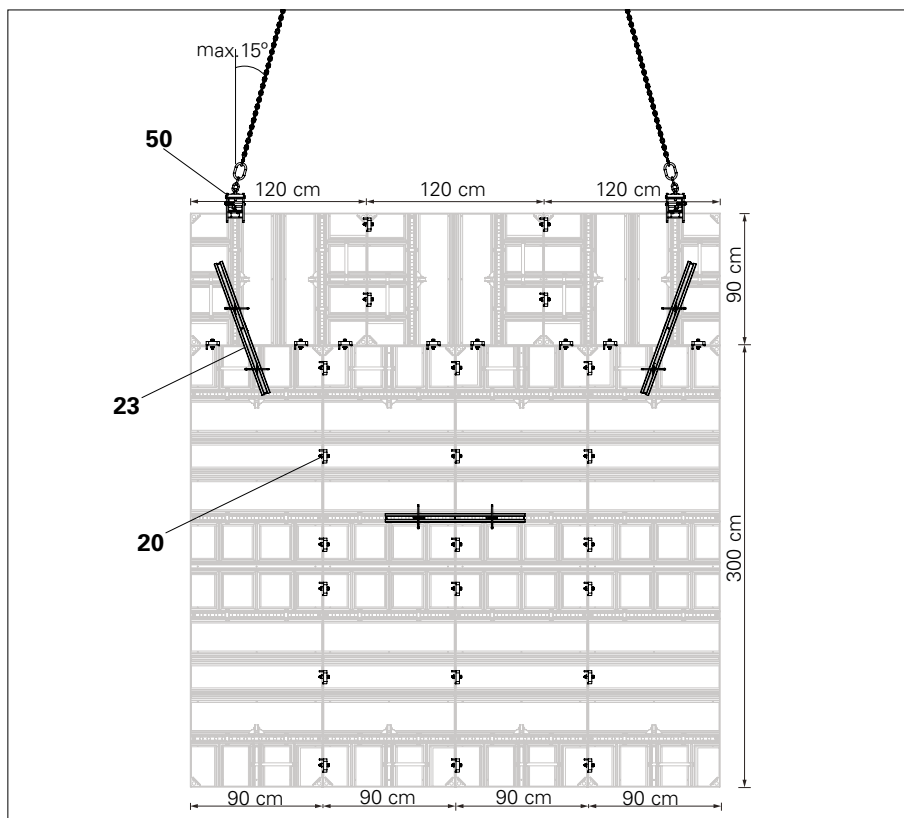

Fig. C6.01
Collegare i telai per mezzo di clip a cuneo HSA (20) e traverso di compensazione HSA (23). (Fig. C6.01)